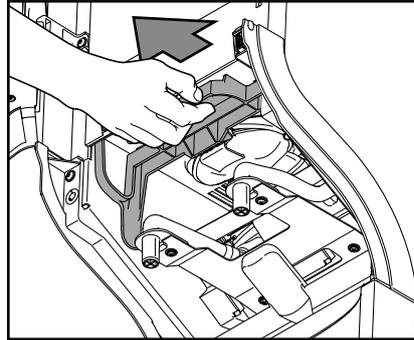

Fig. 37
- c. Puxe o bloqueio para soltar o console inteiro do agitador. (Fig. 37)